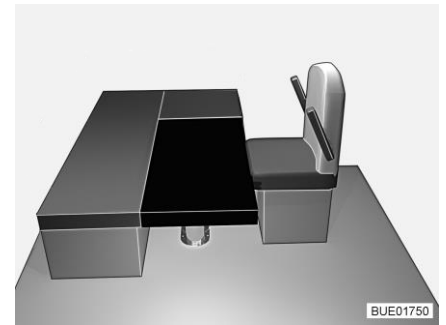

Fig. 159 Después de la transformación
- Colocar el cojín adicional cuadrangular en la mesa (delante de los cojines de asiento del banco, véase Fig. 159).